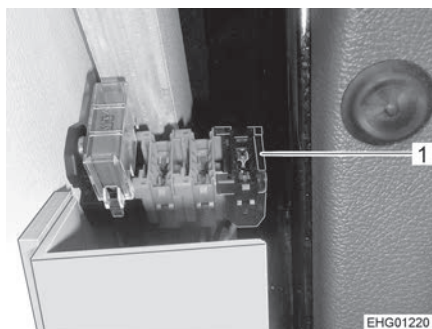

Fig. 169 Portafusibles en vehículos con el volante a la izquierda (Ford)
- Cambiar el fusible del portafusibles (Fig. 169,1).